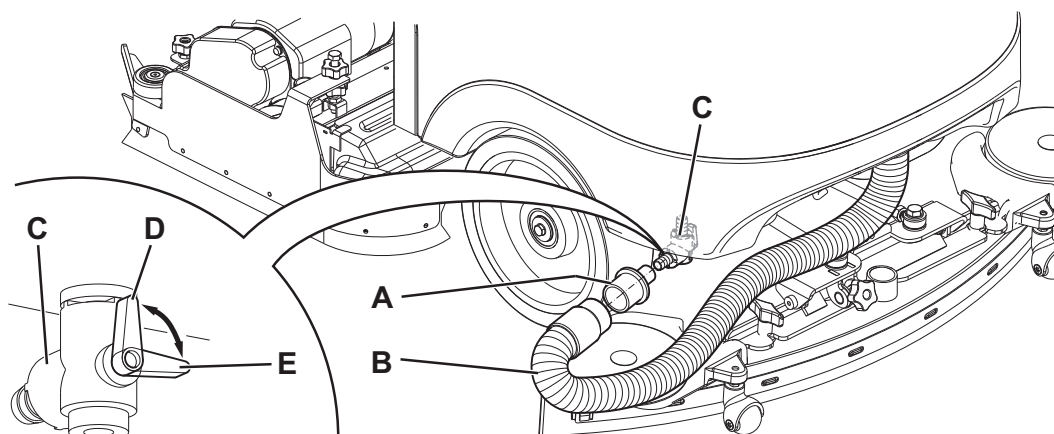

Figure 6
8. Prendre l'adaptateur (45) positionné dans son logement dans le logement batteries.
9. Monter l'adaptateur (A, Fig. 6) dans le tuyau d'aspiration (B) de l'embouchure, puis l'insérer dans le robinet de décharge (C).
10. Positionner la clé de contact (58) sur "I" et démarrer le système d'aspiration au moyen de l'interrupteur (65).
11. Ouvrir le robinet de décharge (C) pour permettre la vidange du réservoir (22).